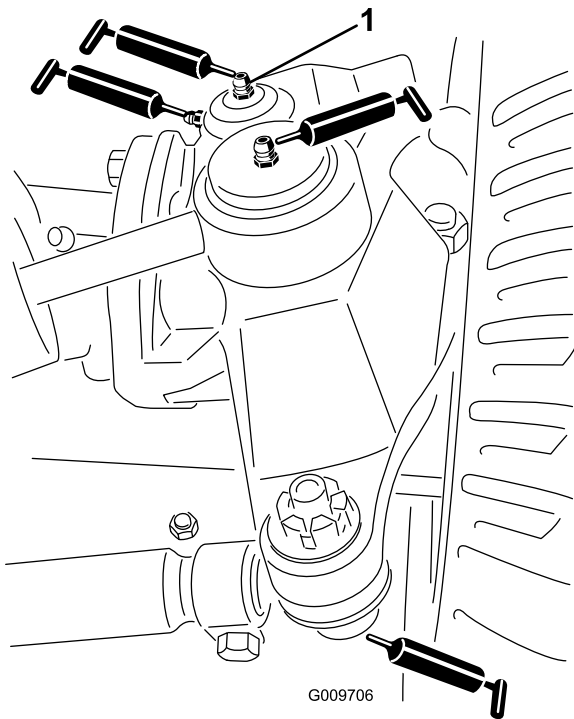

図 77
- 図 77 に示す、ステアリングシリンダのボールジョイント 2ヶ所
- 図 77 に示す、タイロッドのボールジョイント 2ヶ所
- 図 77 に示す、キングピンのブッシュ 2ヶ所